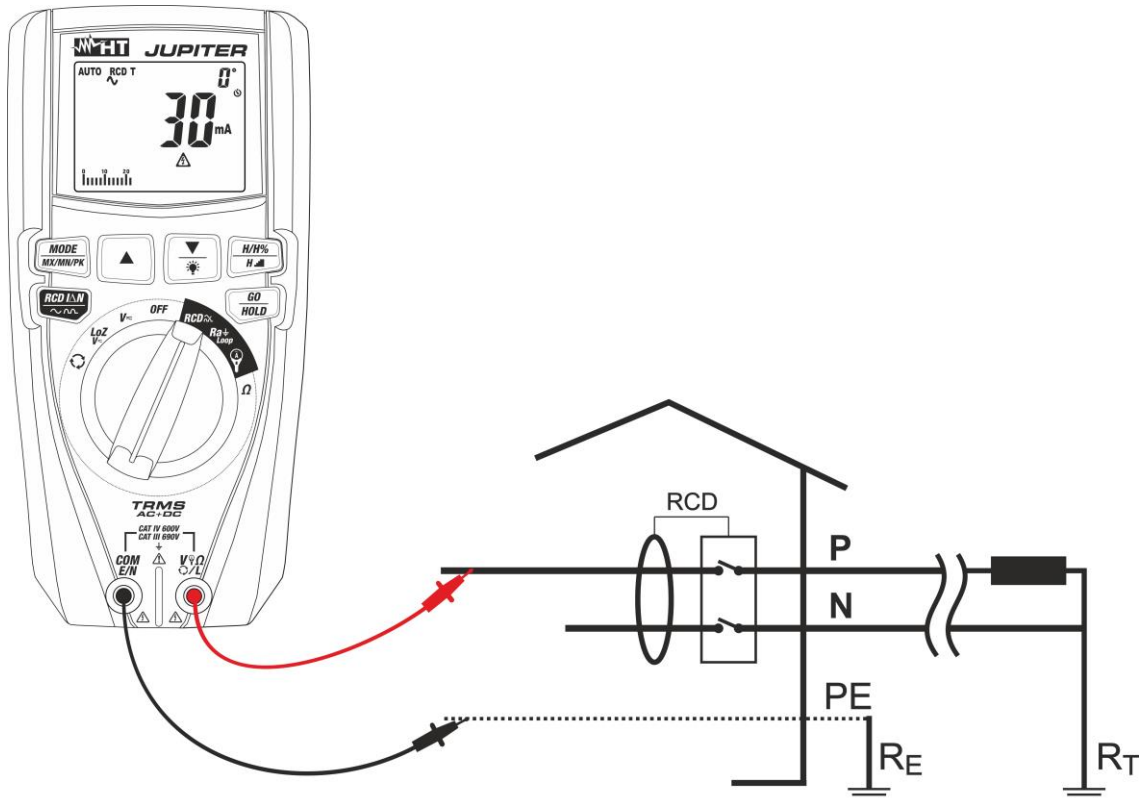
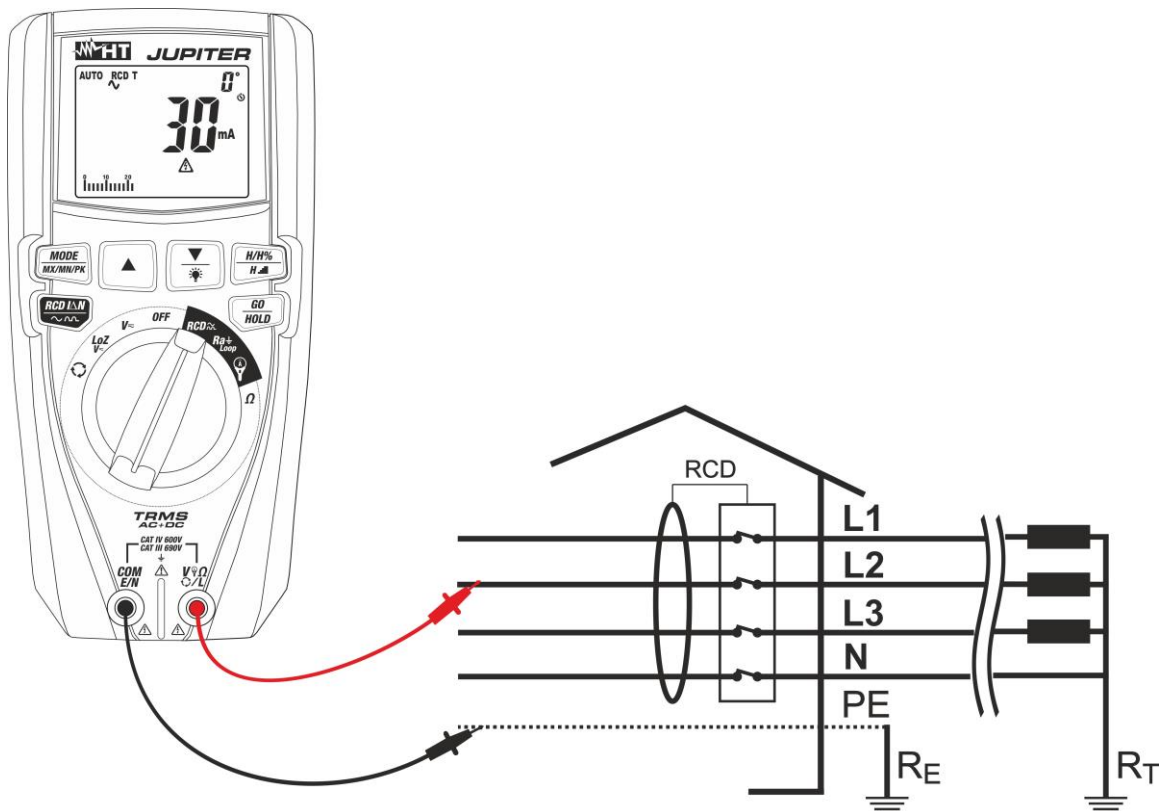

Fig. 30: Uso del instrumento para test RCD sobre sistema monofásico con puntas de prueba
Fig. 31: Uso del instrumento para test RCD sobre sistema trifásico con puntas de prueba
7. En caso de uso de las puntas de medida inserte el conductor rojo en el terminal de entrada **V Ω L** y el conductor negro en el terminal de entrada **COM/E/N** y conecte el instrumento a la instalación en examen (ver Fig. 30 o Fig. 31). La presencia de la tensión Fase-Tierra se muestra en la barra grafica